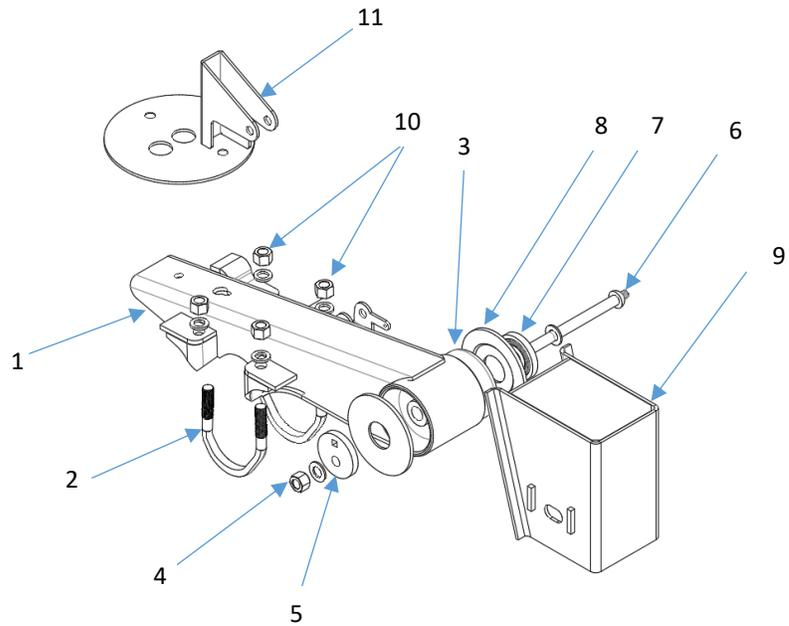

Figura 1. Despiece suspensión (se muestra brazo derecho)
1. Verifique que las piezas a ensamblar estén completas (de acuerdo a Figura 1)